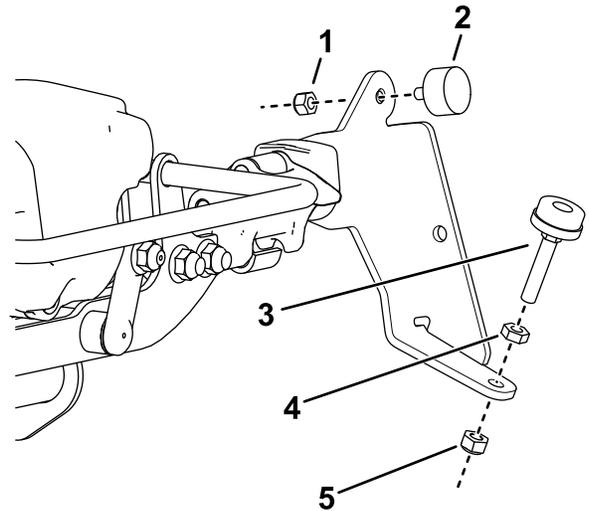

Figura 5
3. Instale un tope de goma en ambos soportes del cepillo con una contratuerca (1/4"), como se muestra en la Figura 5.
4. Instale un tornillo de ajuste de nivel en ambos soportes del cepillo, como se muestra en la Figura 5.